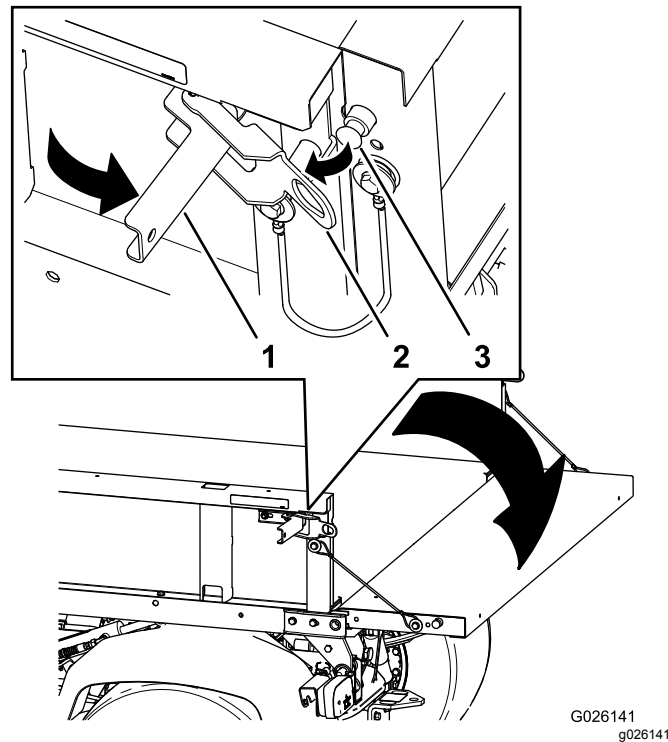

Figura 22
2. Abra os trincos nos lados esquerdo e direito da plataforma de carga e baixe a porta traseira (Figura 22).